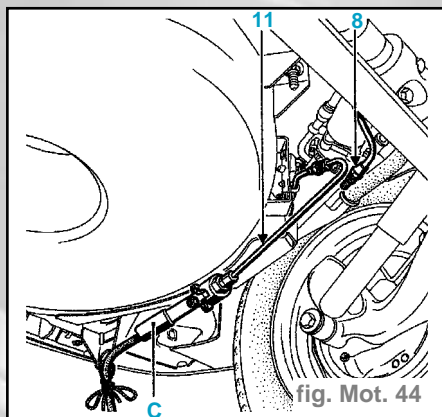

fig. Mot. 44
- Ouvrir le raccord (8) de l'électrovanne de sécurité (fig. Mot. 44)